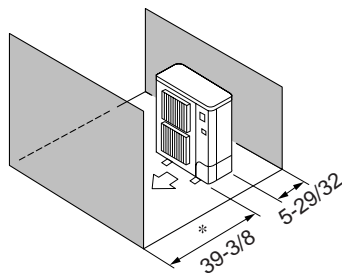

Fig. 2-6
- ⑤ Obstacles uniquement à l'avant et à l'arrière (Fig. 2-6)